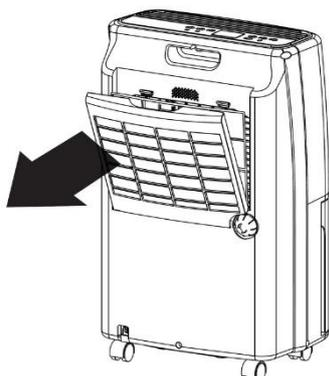

Fig. 1
- Sujete el filtro de aire por el borde superior y tire de él hacia usted para extraerlo de su soporte. (Véase la fig. 1)